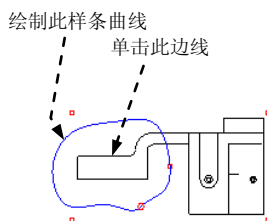

图 8.1.13 绘制局部视图的边界线
(2) 绘制局部视图的边界线。
① 此时系统提示  **选取新的参照点。单击“确定”完成。**, 单击图 8.1.13 所示的边线。
② 在系统  **在当前视图上草绘样条来定义外部边界** 的提示下, 直接绘制图 8.1.13 所示的样条曲线来定义部分视图的边界。当绘制到封闭时, 单击鼠标中键结束绘制 (在绘制边界线前, 不要选取样条曲线的绘制命令, 而是直接单击进行绘制), 然后单击 **应用** 按钮。